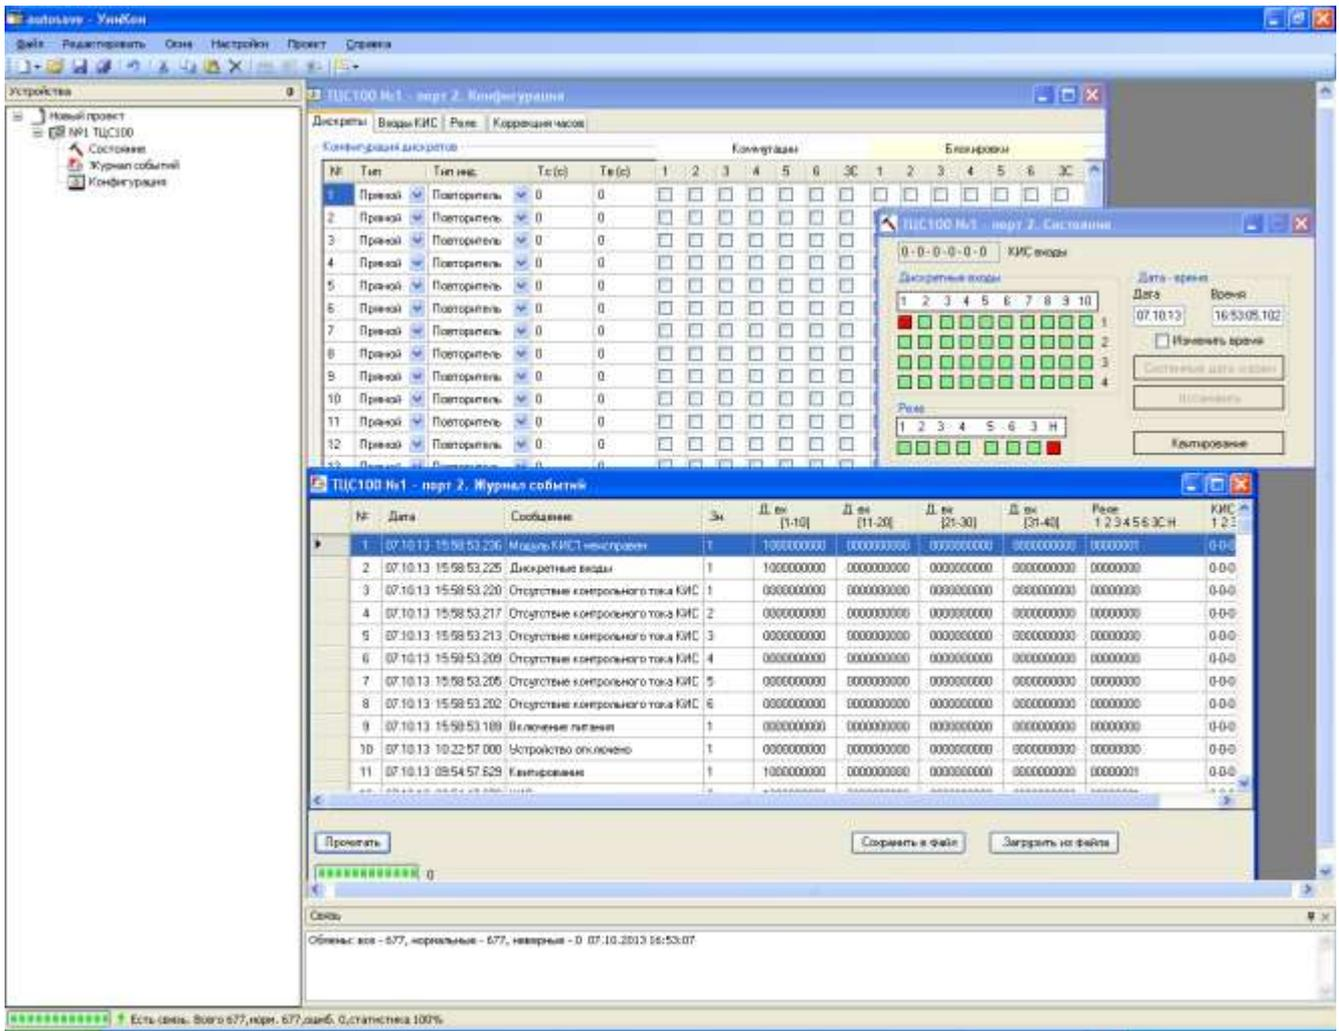
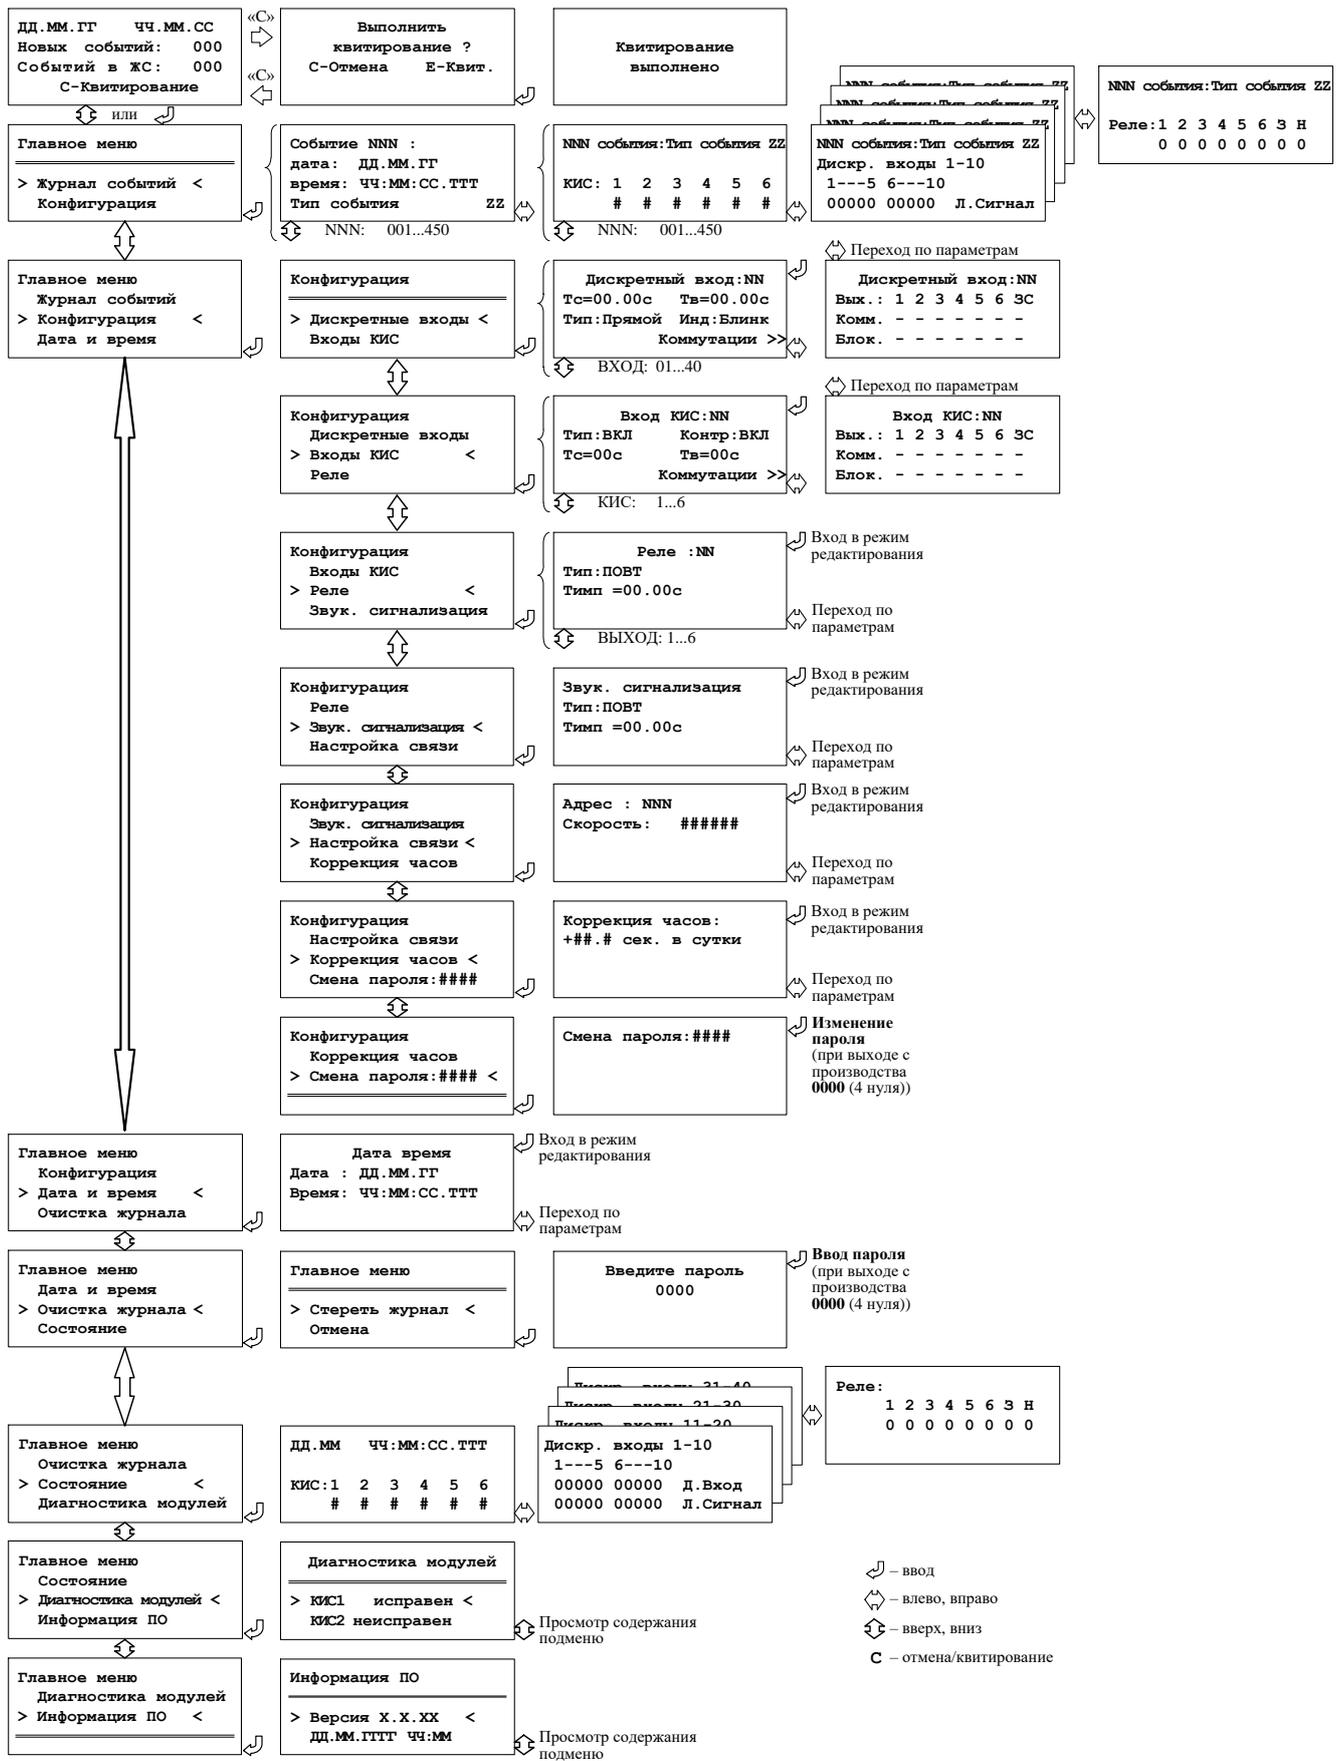
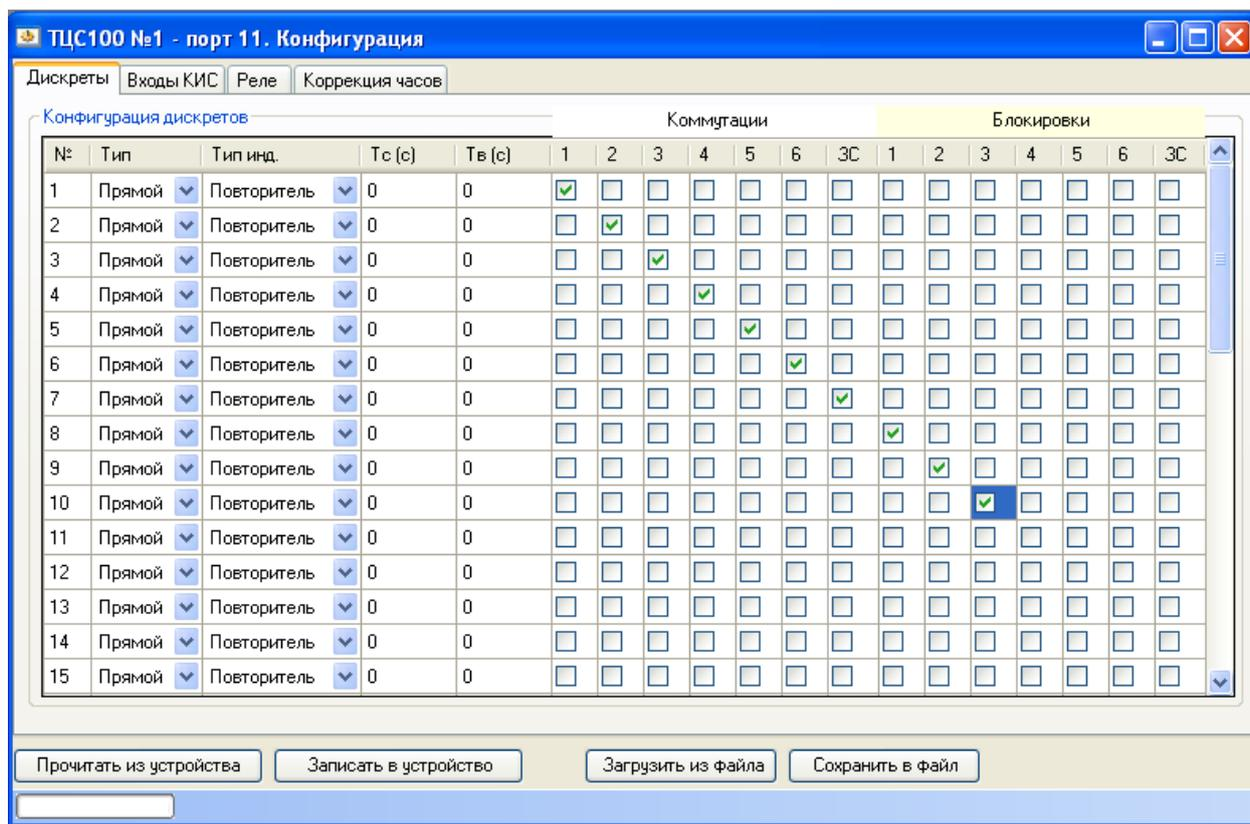

Рисунок 1.3 – Программный комплекс «УниКон»
Рисунок 1.4 – Структура меню
Рисунок 1.5 – Конфигурация дискретных входов с помощью «УниКон»
**1.4.1.2** Конфигурация ТЦС, просмотр журнала событий и текущего состояния системы осуществляется с помощью программного комплекса «УниКон» (рисунок 1.3) или непосредственно с пульта ТЦС (рисунок 1.4).
1.4.2.1 На передней панели ТЦС расположен ЖКИ, позволяющий отображать 4 строки по 20 символов. Вся информация, выводимая на ЖКИ, делится на кадры (рисунок 1.4).
**1.4.3.1** ТЦС обеспечивает регистрацию до 450 последовательных событий в «Журнале событий» с фиксацией времени, даты и текстового сообщения о событии (рисунок 1.3).
**1.4.3.3** Для просмотра записей в «Журнале событий» с пульта ТЦС необходимо выбрать соответствующую позицию в «Главном меню» (рисунок 1.4) и войти в нее, нажав кнопку «ВВОД».
**1.4.4.1** Для просмотра и изменения конфигурации ТЦС с помощью пульта выбирается соответствующая позиция в «Главном меню» (рисунок 1.4).
**1.4.5.3** Настройка дискретных входов осуществляется в подменю «Дискретные входы» (при помощи пульта ТЦС - рисунок 1.4, при помощи программного комплекса «УниКон» – рисунок 1.5), где для каждого из входов задается: